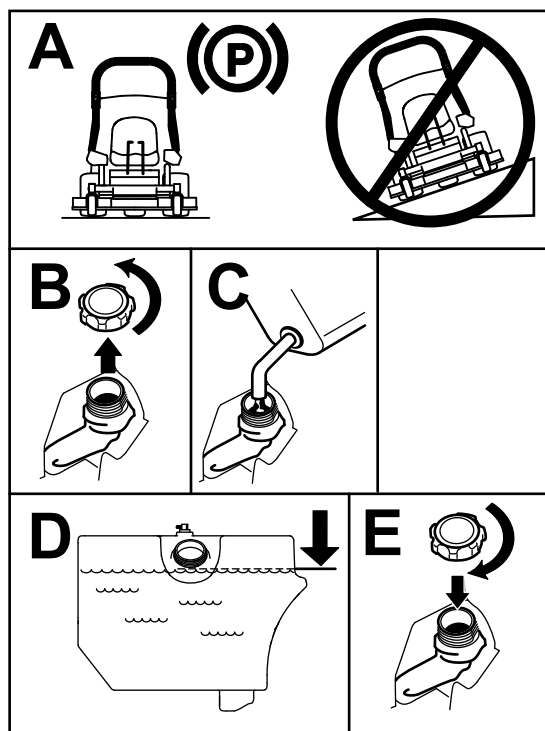

Figura 7
5. Umpleți rezervorul de combustibil până la partea inferioară a bucului (Figura 7).